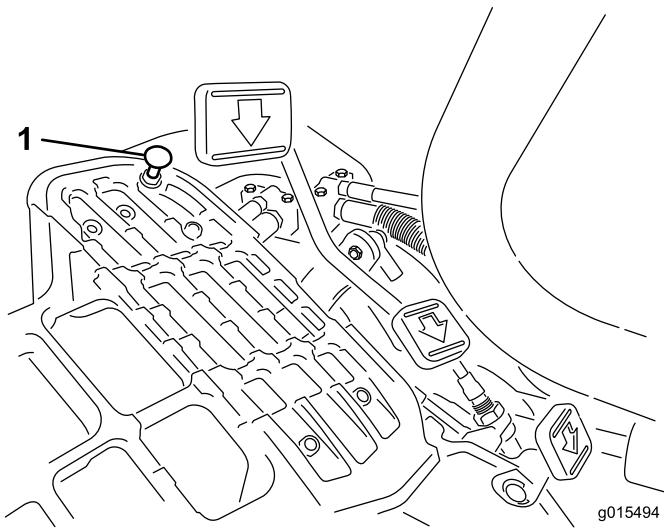

Figura 48
Para obtener la velocidad máxima de transporte, ponga la palanca de control funcional en la posición de transporte y pise el pedal de tracción. Si el pedal toca el tope (Figura 48) antes de que se note tensión en el cable, es necesario hacer un ajuste:
1. Ponga la palanca de control funcional en la posición de transporte y afloje la contratuerca que fija el tope del pedal a la chapa del suelo (Figura 48).